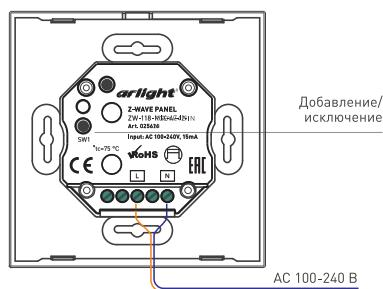

Рисунок 1. Внешний вид панели, подключение и органы управления
- 3.2. Подключите обесточенные провода от сети ~230 В к клеммам L - фаза и N - ноль (см. рисунок 1).
- ↗ Нажмите кнопку «Добавление/Исключение» на задней стороне панели или удерживайте более 3 секунд сенсорную кнопку «SWITCH» на лицевой стороне панели (см. рисунок 1). При входе панели в режим добавления включается индикаторный светодиод.